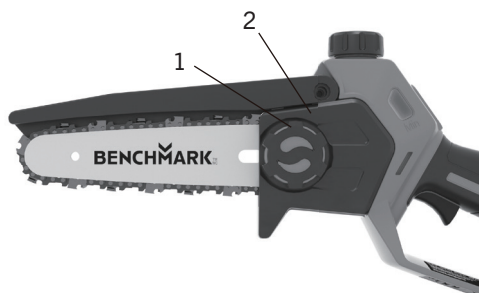

FIG. 7
6. Remplacez le couvercle du pignon (1) (Fig.7) sur le pignon (2) (Fig.7) et tournez le bouton du couvercle du pignon dans le sens des aiguilles d'une montre pour serrer.